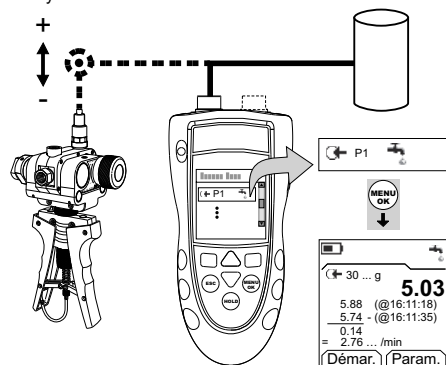

Figure 3 : Exemple de configuration - Test de fuite
- Raccorder l'instrument (Figure 3) et, si nécessaire, régler la Configuration (Tableau 1).